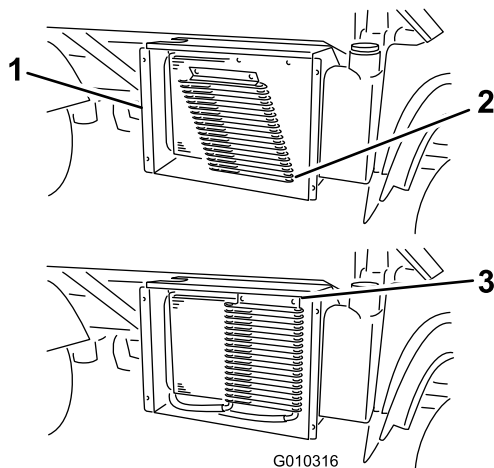

Рисунок 62
3. Поверните защелки и откиньте от радиатора масляный охладитель (если это предусмотрено) (Рисунок 62).